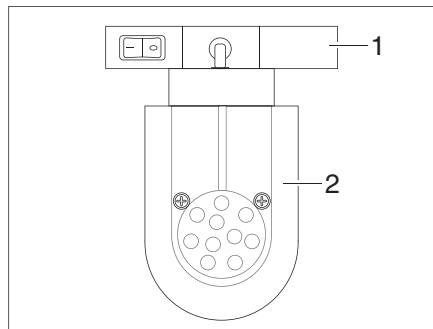

Fig. 105 Foco (ejemplo)
- Sujetar el soporte (Fig. 105,1) y girarlo en 45°.
- Extraer el foco (Fig. 105,2) del sistema de rieles.
- Colocar el foco (Fig. 105,2) en el sistema de rieles en la posición deseada y girarlo en 45°.